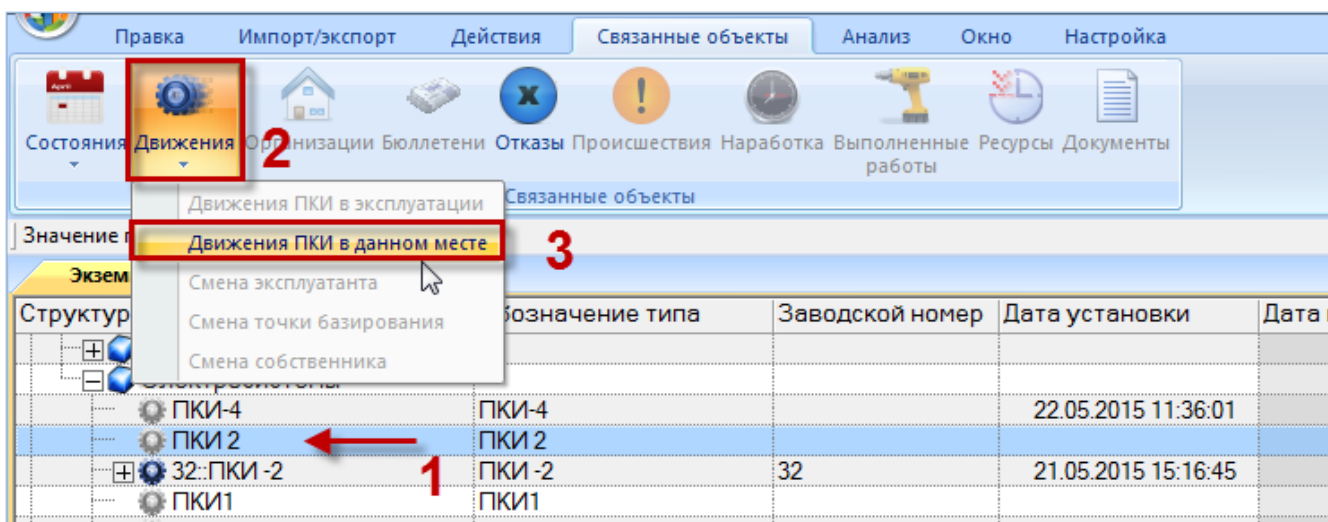

Рис. 23-15 – Открытие окна движений ПКИ в данном месте
- 3) Нажать кнопку «Движения» панели «Связанные объекты» и из раскрывшегося списка выбрать пункт «Движения ПКИ в данном месте» (рис. 23-15).